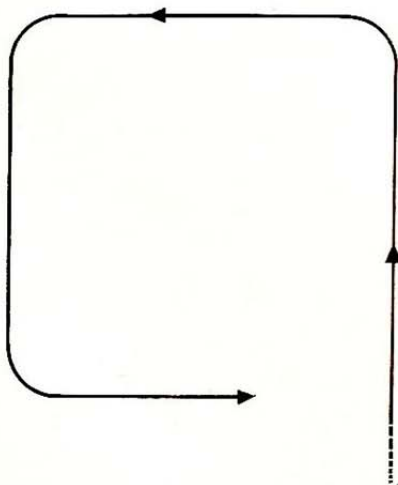

Fig. 31
- Soit tourner d'une façon continue autour de la pièce, après avoir arrondi les coins au cours des deux premiers tours (fig. 31).